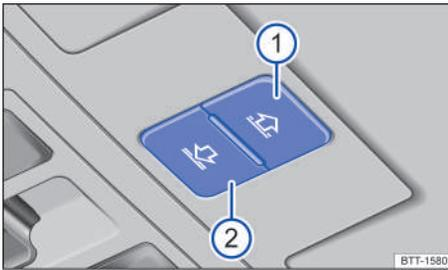

Fig. 83 En el revestimiento interno del techo: teclas para operar la cortina de protección solar.
Las teclas → fig. 83 (1) y (2) tienen dos niveles. Al presionar las teclas hasta el primer nivel, puede abrir o cerrar la cortina de protección solar total o parcialmente.
- Antes de que pasen unos 5 segundos desde la activación de la función antiaprisionamiento, presione la tecla → fig. 83 ② hasta que la cortina se cierre por completo.